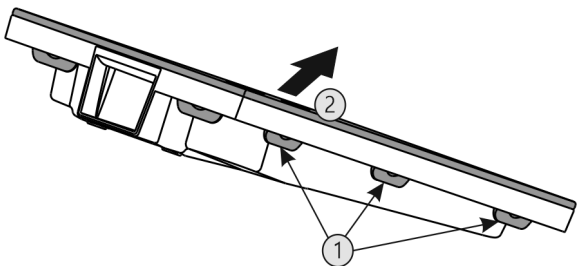

Fig. 36
- ▶ Натиснете всички езичета Fig. 36 (1) последователно и свалете капака Fig. 36 (2).